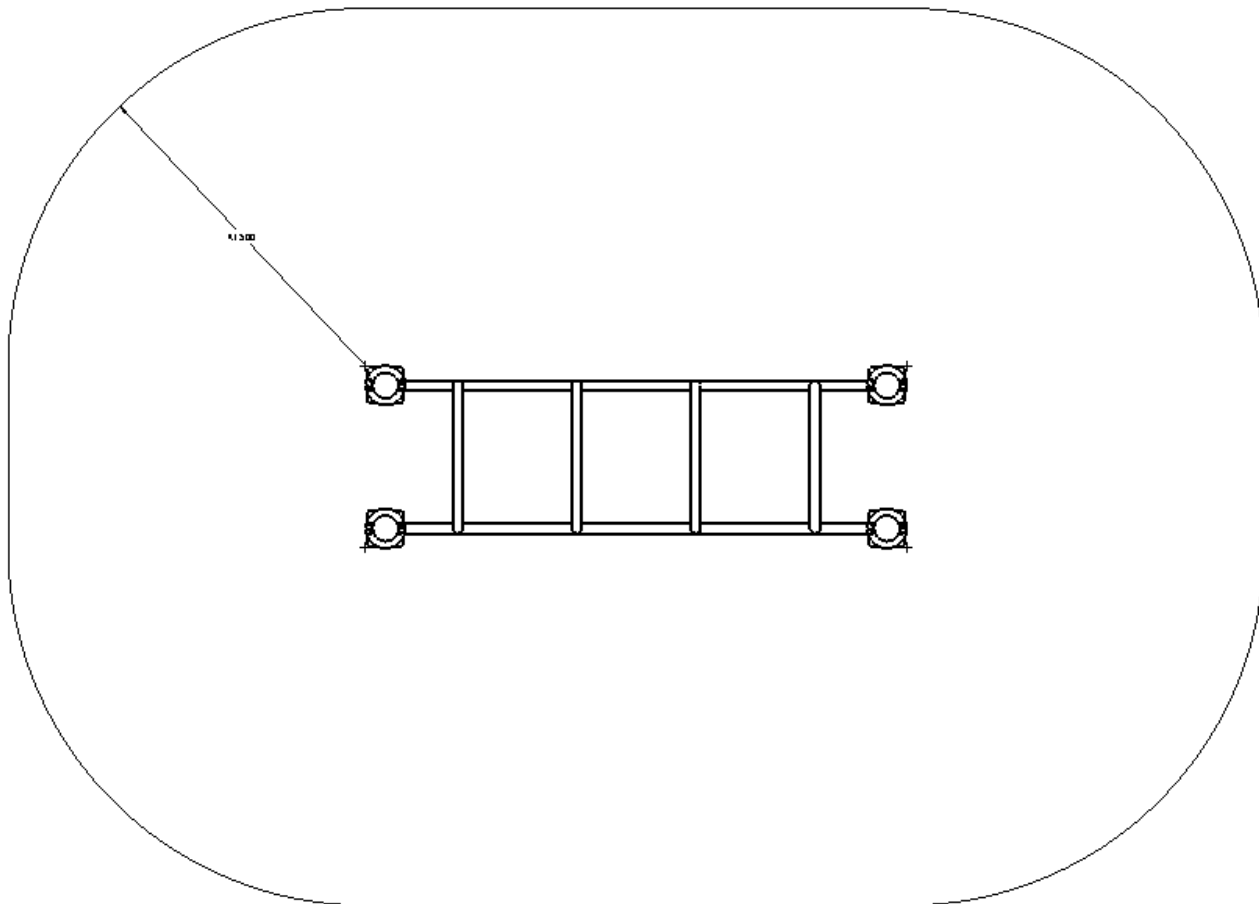

Рис.1
Над зоной безопасности, представленной на рис.1., должно быть пространство на высоту 5,3 м свободное от строений, зеленых насаждений и элементов других конструкций.
- 11.1.2. Установка Изделия проводится на ровной площадке, свободной от насаждений. Размер площадки не меньше указанного на зоне безопасности (см. рис.1).
На месте установки комплекса подготавливаются углубления размером 220x220 мм, глубиной 600 мм в количестве 4 штук. На дно углублений засыпается гравийная подушка высотой 100 мм и утрамбовывается. Далее устанавливаются столбы на глубину 500мм (согласно монтажной схеме рис.1). Далее столбы заливаются цементно-песчаным раствором (типа бетон), параллельно контролируя вертикальность состояния заливаемых элементов. После окончательного застывания цементно-песчаной основы, на столбы навешивается рама с упорами при помощи хомутов.